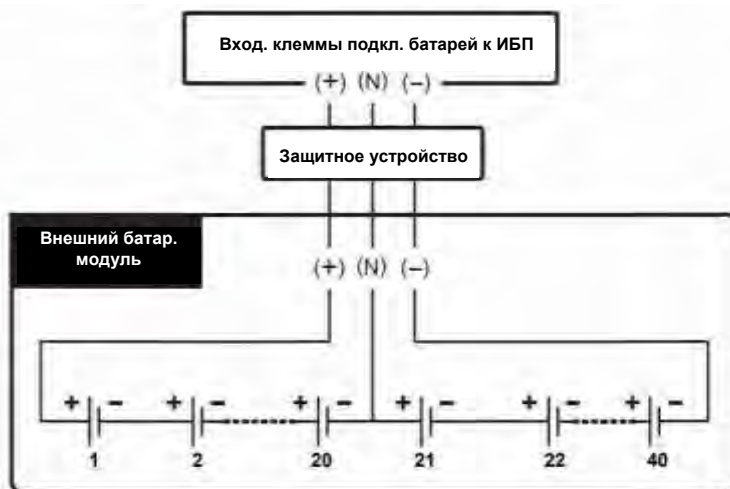

Рисунок 5-17: Подключение внешнего батарейного модуля
- Установленное на заводе количество батарей составляет 40 шт. по 12 В постоянного тока, соединенные гирляндой; нейтраль внешнего батарейного модуля необходимо подсоединить к среднему контакту между 20 и 21 батареями. Необходимо использовать батарейные кабели для подключения внешнего батарейного модуля к клеммам +, - и N, обозначенным на ИБП. См. **Рисунок 5-17**.